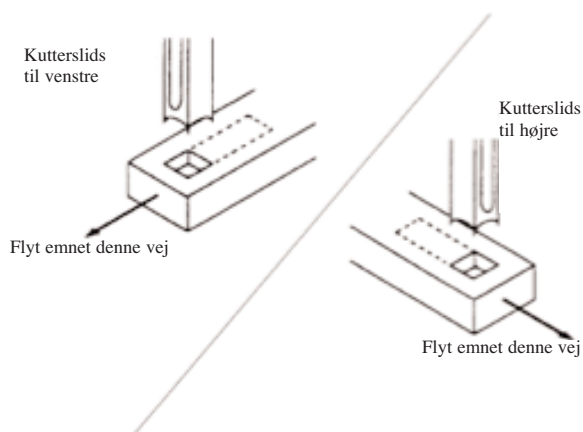

Figur 5
3. Indstil bordstoppen, figur 5, så de passer til den ønskede længde af tappen, og spænd så tomme skrueerne.